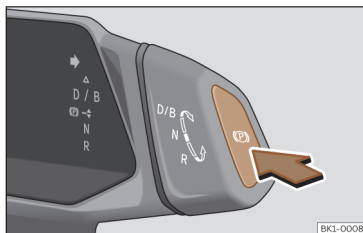

Fig. 147 No seletor de velocidades: botão do travão de estacionamento eletrônico.
• Com o veículo parado, pressione o botão **(P)** >>> **Fig. 147**.
- Pressione o botão **(P)** >>> **Fig. 147**. Ativa-se o travão de estacionamento eletrônico.